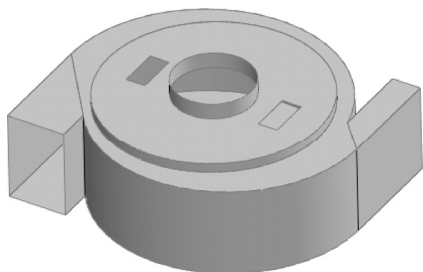

图 4-141 切割面并删除面
STEP 10 选择 **STEP 9** 中绘制的草图，创建分割线将转子上部面分割，并执行删除面操作，效果如图 4-141 所示。